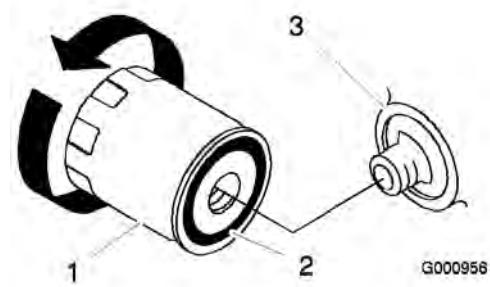

Figure 34
3. Appliquez un mince film d'huile neuve sur le joint en caoutchouc du filtre de recharge (Figure 34).
4. Posez le filtre à huile de recharge sur l'adaptateur, tournez le filtre dans le sens horaire jusqu'à ce que le joint en caoutchouc touche l'adaptateur, puis serrez le filtre de 3/4 de tour supplémentaire (Figure 34).